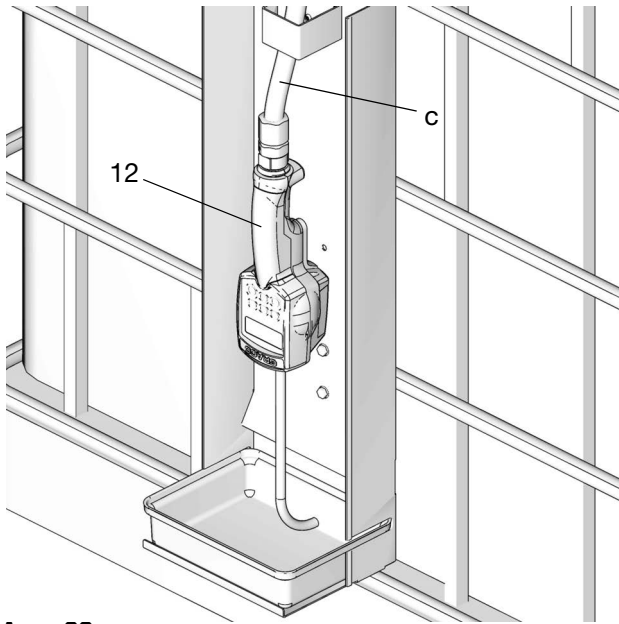

ABB. 22
- Den Zähler (12) mit dem Schlauchende verbinden. Das Fitting fest anziehen (ABB. 22).